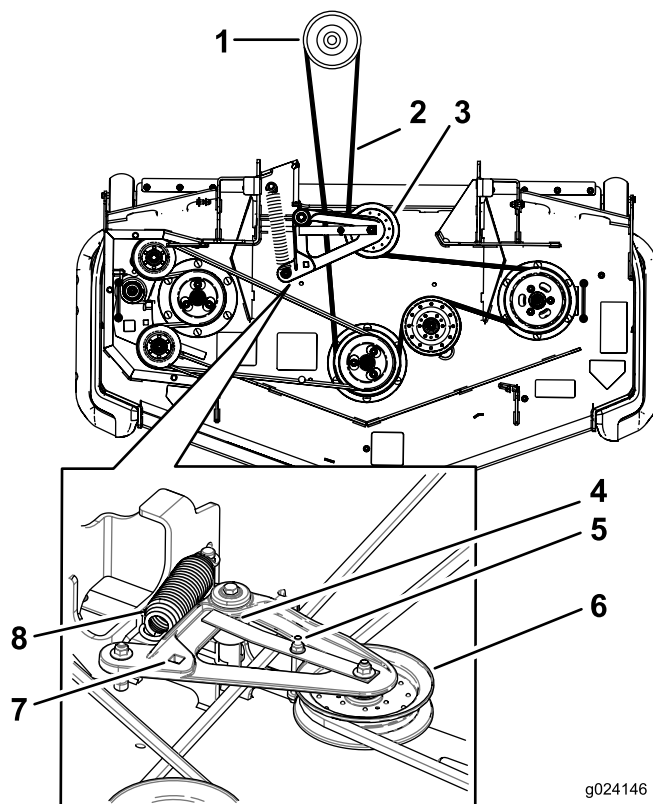

Bild 98
5. Heben Sie den Fahrzeugboden an und stecken Sie eine Ratsche in das rechteckige Loch in der Mähwerkspannscheibe (**Bild 98**).
6. Drehen Sie die Spannscheibe des Mähwerks nach rechts, heben Sie die Riemenführungsnase an und nehmen den Mähwerkriemen von der Kupplung ab (**Bild 98**).